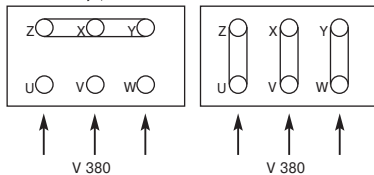

рис. 2 Подключение к электросети
6. Подключить насос к сети согласно схемам указанным на рис. 2 и заземлить (модификация DELTA OIL поставляется с питательным проводом и евровилкой).